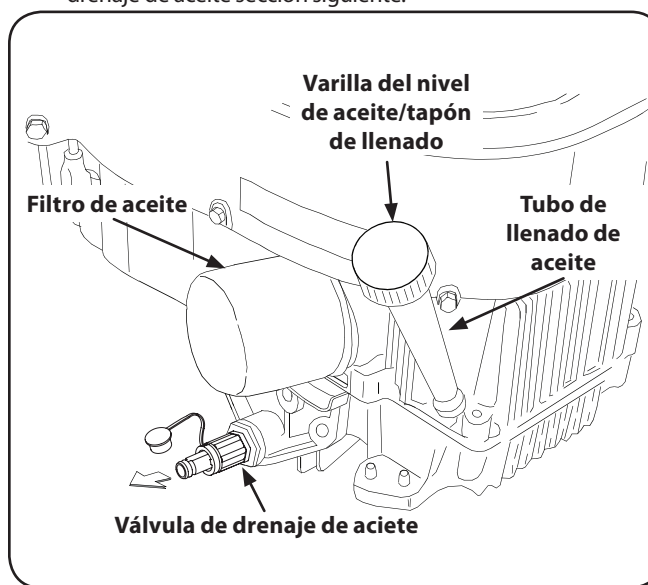

Figura 6-1
1. Abra el tapón protector en el extremo de la válvula de drenaje de aceite para dejar expuesto el orificio de drenaje. Consulte la Figura 6-1. Retire el tapón de llenado de aceite / la varilla de nivel de aceite del tubo de llenado.